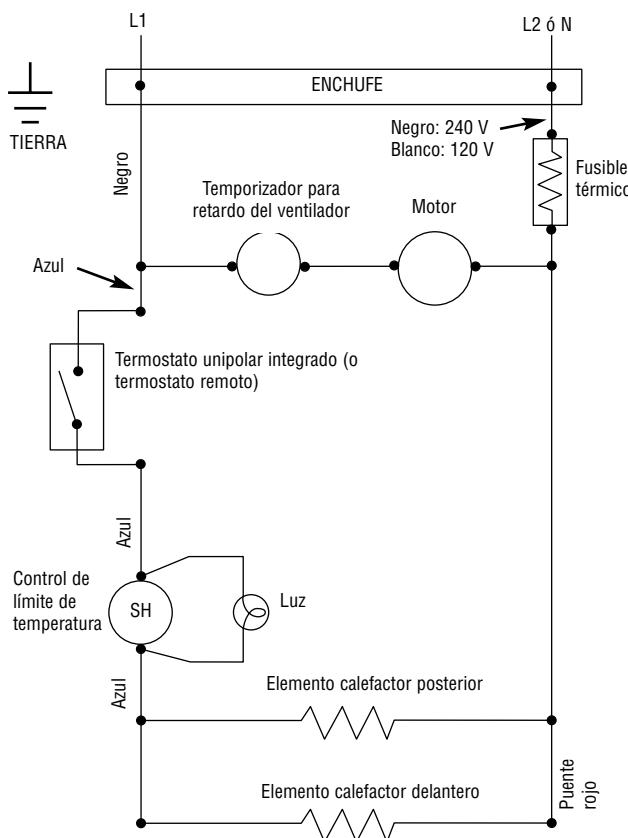

Figura 2 – Conexión del termostato interno del calefactor
5. Conecte los cables de alimentación a los dos (2) cables negros (en el modelo para 240/208 V), o a los cables negro y blanco (en el modelo para 120 V) con conectores adecuados (provistos por el instalador). Conecte el cable de tierra de la alimentación al cable de tierra del calefactor con el conector a rosca aislado suministrado (vea la figura 2).